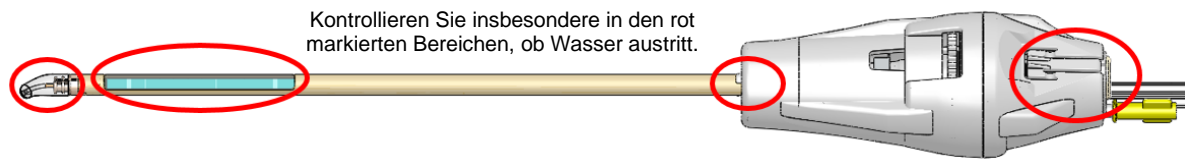

Abbildung 28: Bereiche, die auf Wasserundichtigkeiten im UA untersucht werden müssen
7. **Urologe:** Überprüfen Sie den UA entlang der Schaftlänge sorgfältig auf Wasserlecks und achten Sie dabei auf die in *Abbildung 28* dargestellten Bereiche. Wenn Sie Wasser sehen, ist der UA defekt und darf nicht verwendet werden.